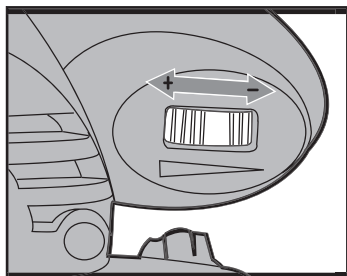

Fig 2
Ajuste la perilla de control variable de velocidad (3) para aumentar o disminuir la velocidad (Ver Fig 2) de acuerdo con el material y la especificación de la cinta de lijado que use (también se puede hacer sin carga). Vea la tabla de abajo como guía general para la selección de velocidad. Evite el uso prolongado a velocidades muy bajas ya que podría dañar el motor de su lijadora.